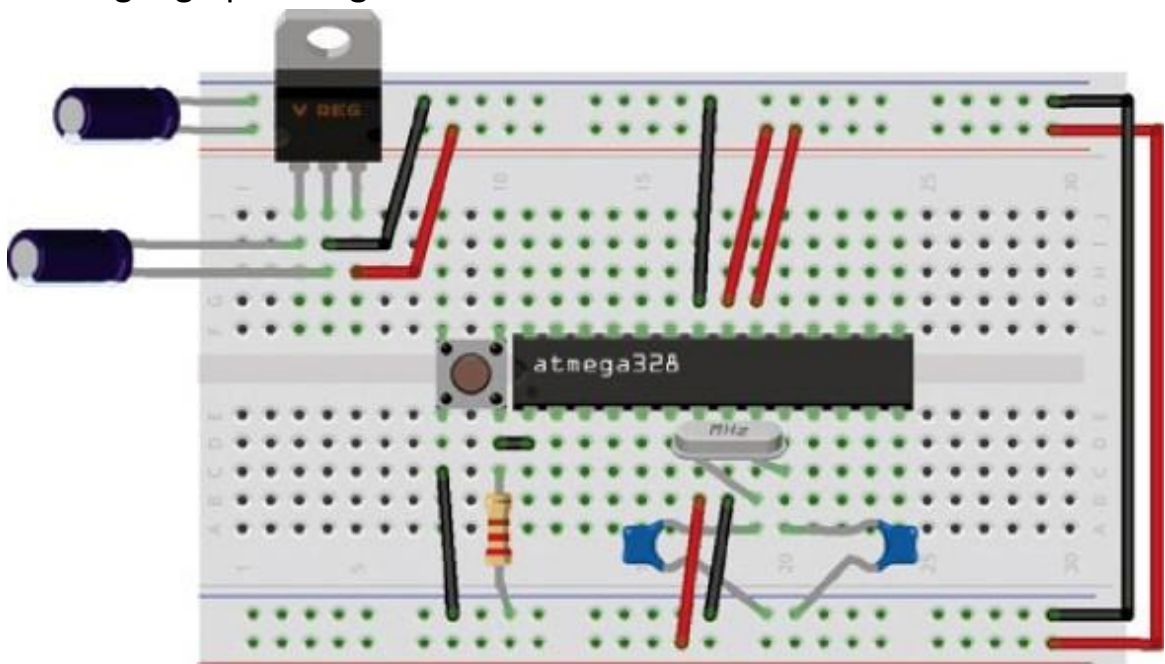

Abbildung 25-10: Anschließen der Elektrolytkondensatoren und des 5-V-Spannungsreglers L7805cv
5. Installieren Sie den 5-V-Spannungsregler L7805cv oben links so im Steckbrett, dass Sie die Beschriftung des Bauteils lesen können, wie in Abbildung 25-10 zu sehen. Die Pins sind von links nach rechts von 1-3 durchnummeriert. Verbinden Sie einen 100- $\mu$ F Elektrolytkondensator mit der Versorgungsspannung oben auf dem Steckbrett, sodass ein Pin mit +5 Volt und der andere mit Masse verbunden ist. Verbinden Sie den anderen Elektrolytkondensator mit den Pins 1 und 2 des 5-V-Spannungsreglers. Verbinden Sie dann Pin 2 des Spannungsreglers mit der Masseleiste und Pin 3 mit der Versorgungsspannungleiste.